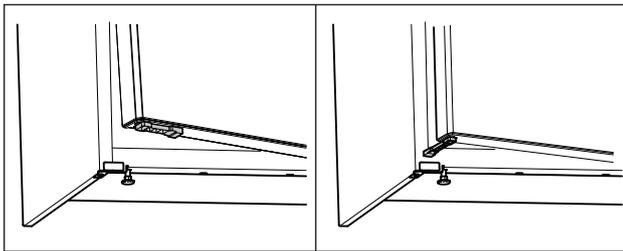

Fig. 70 *
- ▶ Ruotare il limitatore di apertura della porta di 90°. (vedere Fig. 70) *